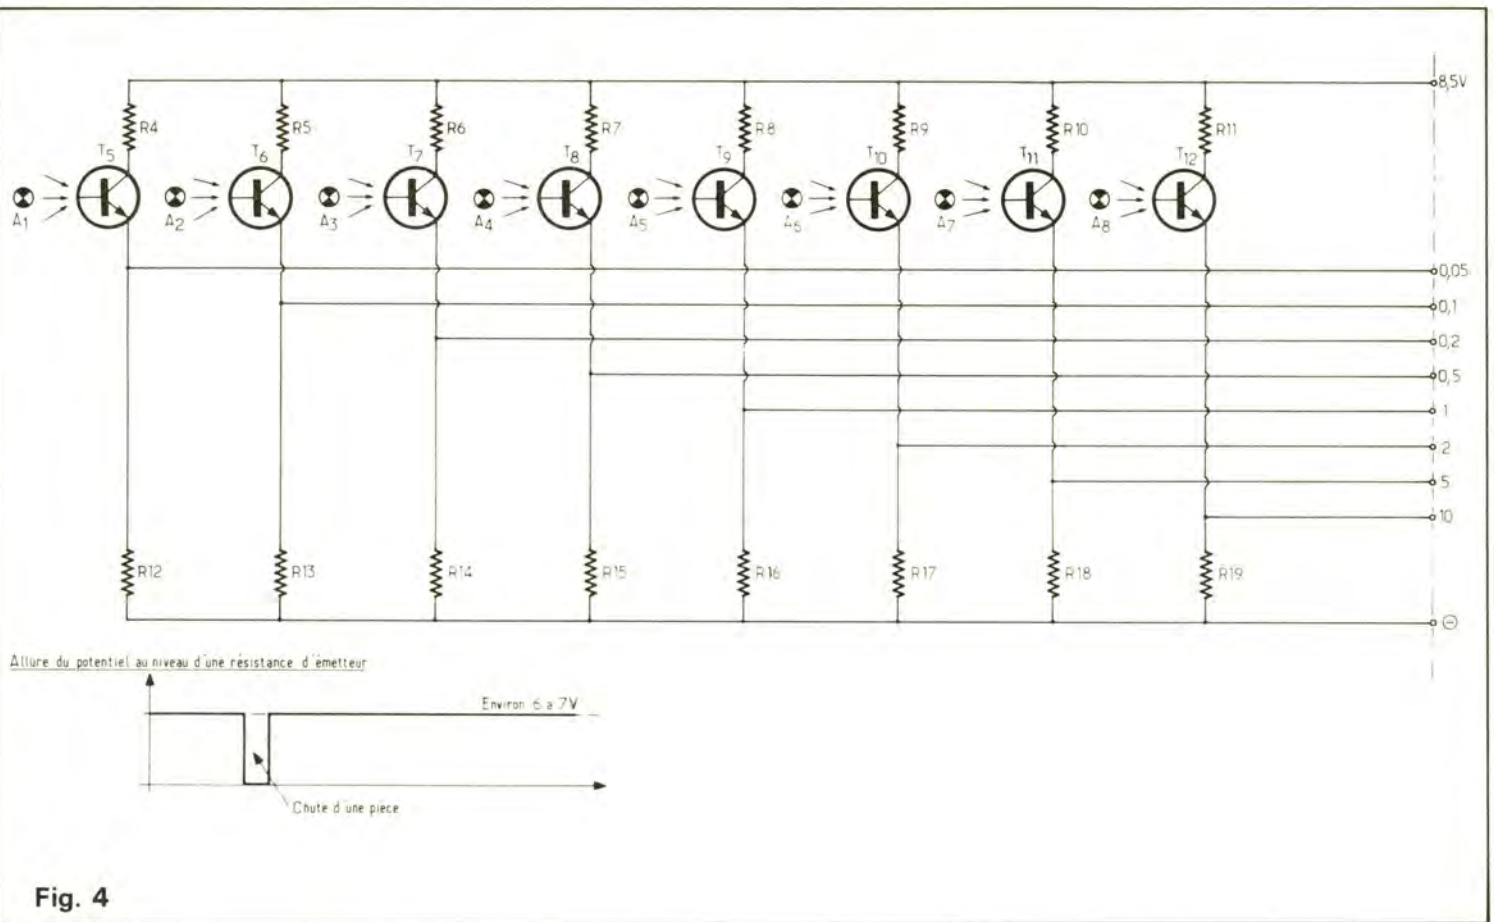

Fig. 4
b) Détection de la chute des pièces (fig. 4)